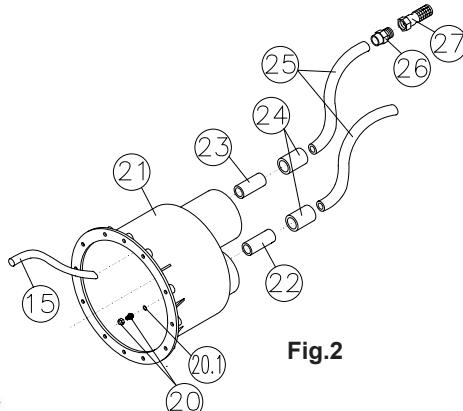
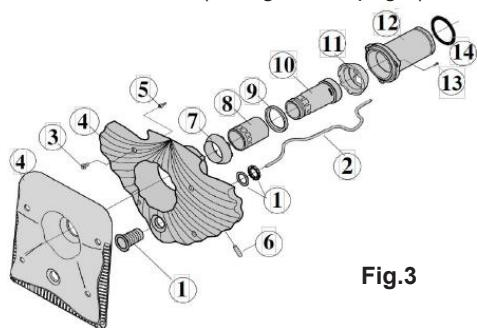

Fig.2
Fig.3
3.1 Para fijar el nicho (nº21, fig.2) en una pared de hormigón, sólo tiene que seguir las instrucciones dadas en el capítulo 2 (lugar de instalación).
4.1 El nicho se suministra con los tubos nº22 y 23, (fig.2) ya instalados, además uno de los manguitos (nº 24, fig.2) se suministra encolado en el tubo nº 22. Una vez fijado el nicho a la pared, siguiendo las instrucciones del capítulo 2, procederemos a la instalación de las líneas de aire y neumática.
Instalación de la línea de aire: Esta línea está compuesta por un manguito (nº 24), un tubo flexible (nº 25), un terminal rosca macho (nº 26) y una válvula de pie (nº 27), todas estas piezas se suministran montadas por lo que sólo tendremos que encolar el extremo del manguito (nº 24) al tubo (nº 23) ya instalado en el nicho. Es importante fijar el tubo de la linea de aire a la pared del local técnico procurando que la válvula de pie quede en la parte más alta, evitaremos así, la aspiración de suciedad. (ver fig. 8, pag. 9). Por último, instalaremos el tubo flexible (nº 15, fig. 2) embutiéndolo a presión en la cánula que se encuentra en el interior del nicho. (ver fig.5a-5b, pag.6).
Instalación de la línea neumática: Esta línea está compuesta por un tubo (nº 22), un manguito (nº 24) y un tubo flexible (nº 25); como el tubo (nº 22) y el manguito (nº 24) ya están instalados en el nicho, sólo tendremos que encolar el tubo (nº 25). Antes de encolar el extremo del tubo (nº 25) al manguito (nº 24), introduciremos el tubo transparente (nº 2, fig.3) dentro de la linea neumática, pasaremos el extremo de dicho tubo transparente (nº 2, fig.3) por el orificio del nicho, y lo fijaremos mediante el prensa (nº 20 y 20.1, fig. 2). Una vez realizada esta operación, procederemos a encolar el tubo (nº 25) al manguito (nº24). El extremo del tubo (nº 2, fig.3) se conectará al microinterruptor situado en un lateral del cuadro hidroneumático incluido con el HIDROJET.